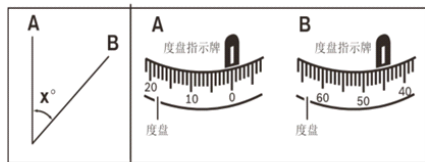

图7
1. 把测量仪器对准点A，转动度盘刻度“0”对准度盘读数窗中心标记。(图7)
2. 把测量仪器对准点B，此时记录下度盘读数窗中心标记下的刻度。(图7)